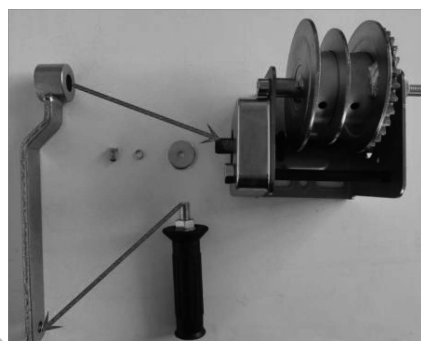

Figura 3
3. Atașați mânerul la suport (figura 3):